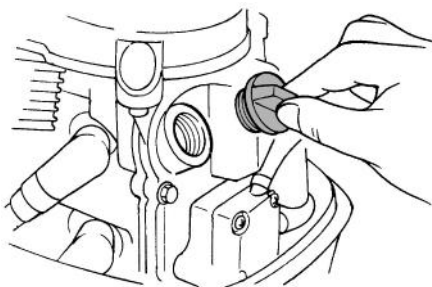
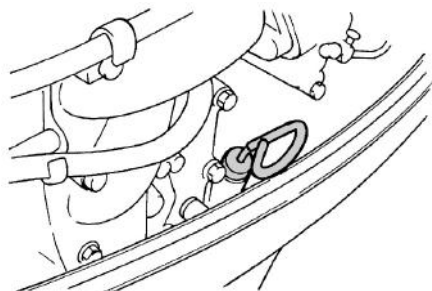

Рис. 22 Крышка маслосаливной горловины
Рис. 23 Масляный щуп
3. Открутите крышку маслосаливной горловины (Рис. 22), извлеките масляный щуп (Рис. 23) и протрите его насухо чистой ветошью.